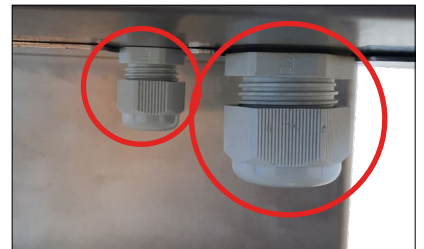
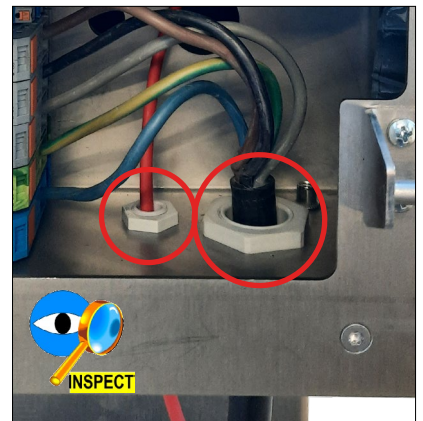

Abb. 55: Kabeldurchführungen außen
Abb. 54: Kabeldurchführungen innen
- 1. Kabeldurchführungen der DCW15 auf festen Sitz und Beschädigungen überprüfen: Abb. 54 und Abb. 55.